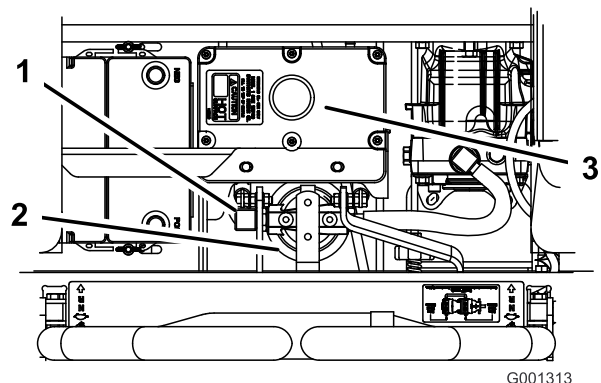

Figura 88
4. Retire el tubo hidráulico derecho a su entrada en el adaptador (Figura 88).
6. Instale el tubo hidráulico derecho en el adaptador (Figura 88).